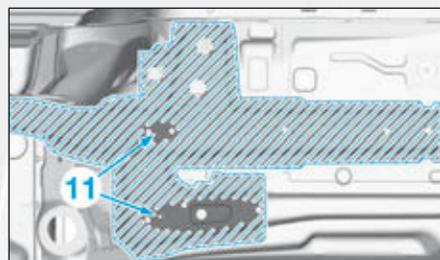

FIG.22
- une couche d'antigravillonnage (Fig.22),